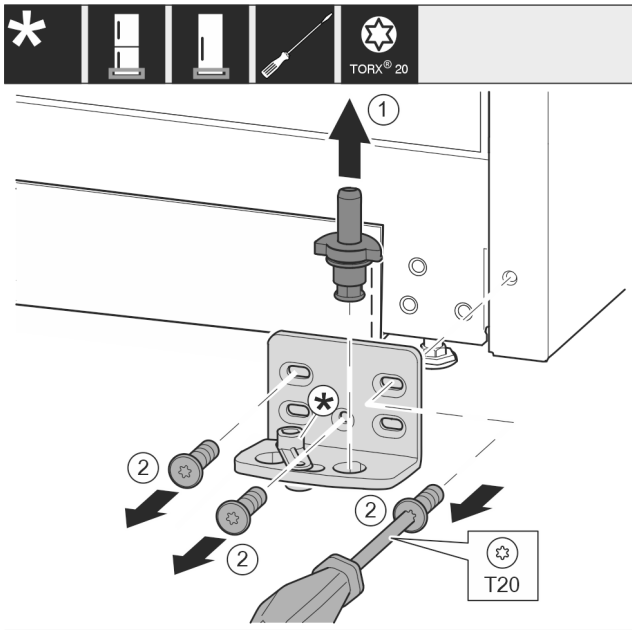

Fig. 25
- ▶ Húzza ki teljesen a csapszeget Fig. 25 (1) felfelé.
- ▶ Tekerje ki a csavarokat Fig. 25 (2) csavarhúzóval, és vegye le a csapágybakot.